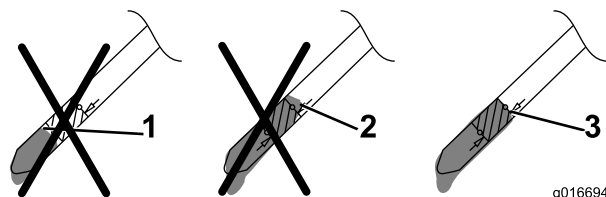

Figura 13
5. Rimuovete l'asta di livello e controllate il livello dell'olio; fate riferimento a Figura 13.